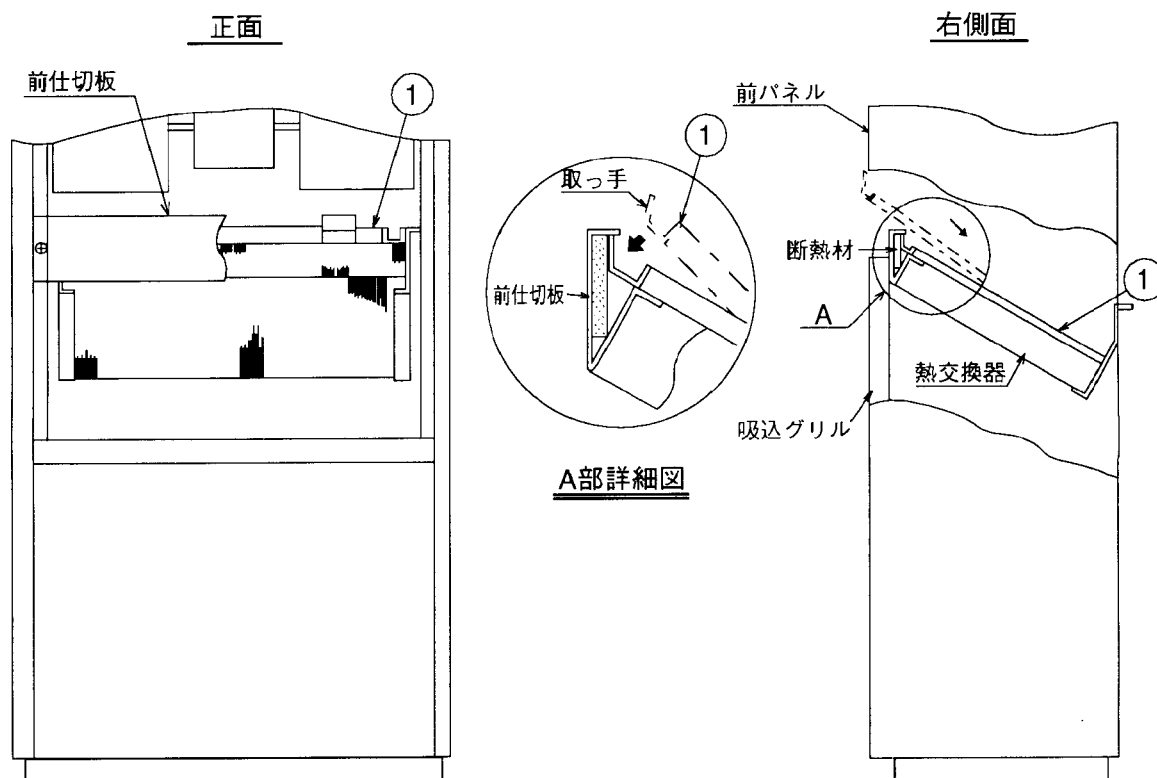

図1
- (1) 吸込グリル、前パネル（取付ネジ2本）を取り外してください。
- (2) エリミネータ①を図1の様に熱交換器上面に装着し、取っ手を前仕切板に押し当ててください。（A部詳細図）
- (3) 加熱器と併用する場合は、予め前仕切板（取付ネジ2本）を取外し、エリミネータを装着してください。
- (1) 吸込グリル、前パネル上 (取付ネジ2本) 及びプレート (取付ネジ4本) を取り外してください。(図1)
- (2) エリミネータのレール②③④を取り付けてください。
- ・レールR、L②③は後方を支持板上の止め金の位置まで差込み(図1、B部詳細図)、手前をネジ止め(タッピンネジ⑥2本)してください。